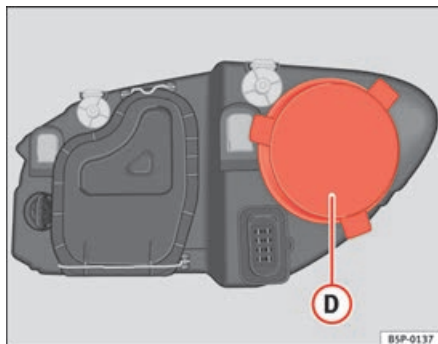

Fig. 192 Luci di posizione
- Rimuovere la copertura ⇒ fig. 192 ① tirandola.